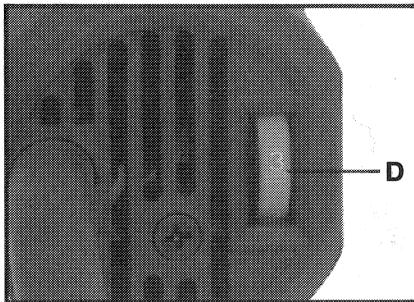

Fig. 3
LIMITES DE VELOCIDAD – Su sierra con velocidad variable viene con una "RUEDA CAMBIADORA DE VELOCIDADES" (D) Fig. 3. Esta está numerada desde el "1" hasta el "6". El "1" produce la velocidad mínima (aproximadamente 400 CPM – Carreras Por Minuto) y el "6" produce la máxima (aproximadamente 2600 CPM). Hay una selección infinita de velocidades entre el "1" y el "6". Usted puede cambiar la velocidad con el motor en marcha o parado.